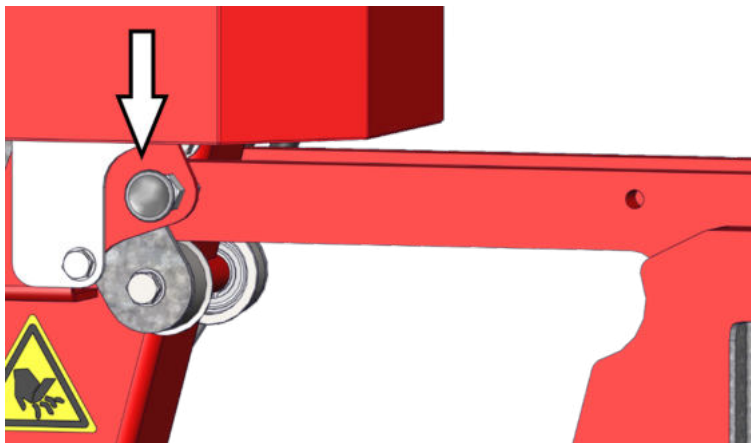

Abbildung 4.5 Ballast ausfahren
1. Entriegeln Sie den Ballast, indem Sie die Lasche am Sicherungsstift drehen oder herausziehen (siehe Abbildung 4.5).